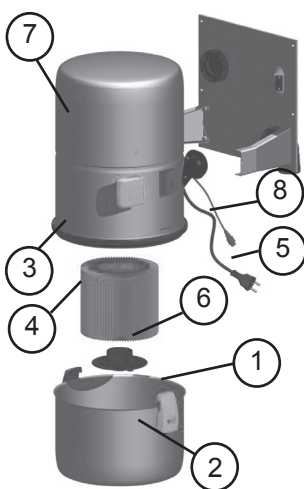
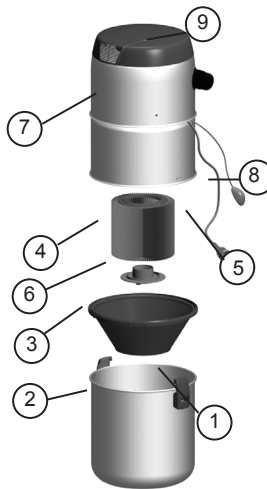

Abb. 5.
Abb. 6.
- M 1000: Verbindung des Niederspannungsanschlusses (Abb. 5; 8) mit dem Gegenstück des Wandstativs. A-Serie: Anschluss der Niederspannungsleitungen an die Zentraleinheit (Abb. 6; 8).
- Starten vom Niederspannungsanschluss der Zentraleinheit (Abb. 5 & 6; 8) durch Verbinden des Startkreises der Zentraleinheit z.B. mit einem Draht.